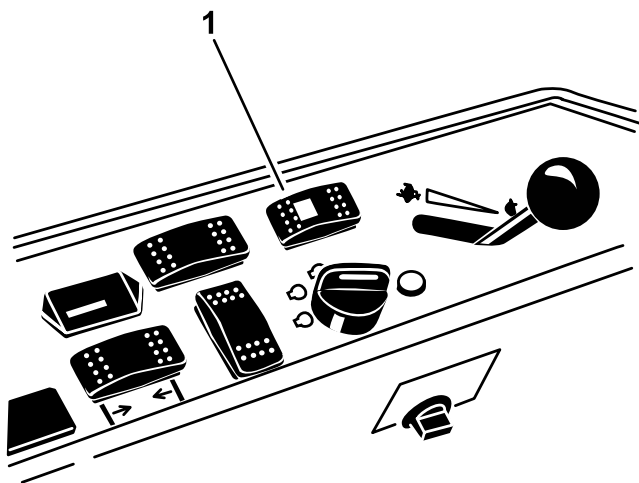

Figura 40
1. Pulse el interruptor de selección de la dirección hacia atrás (dirección a 4 ruedas) (Figura 40).